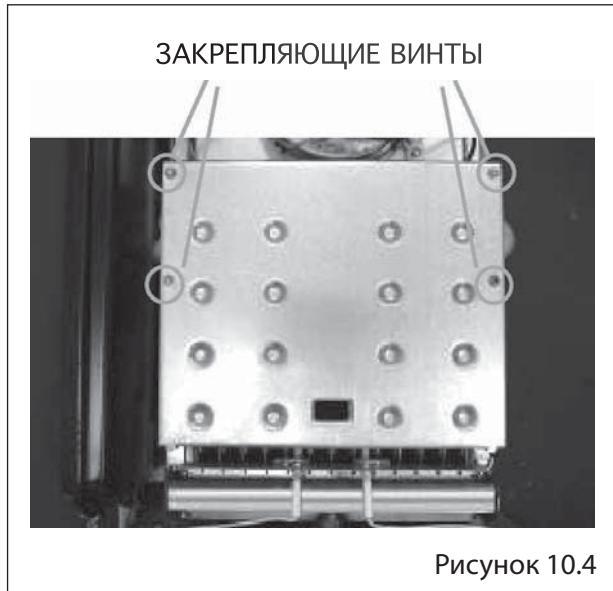

Рисунок 10.4
- Снимите крышку камеры сгорания, открутив шесть винтов. Смотрите рисунок 10.4.